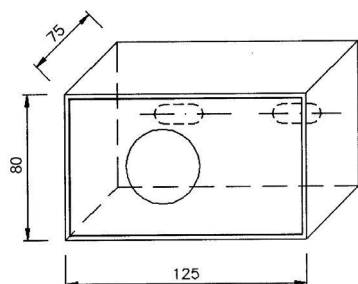
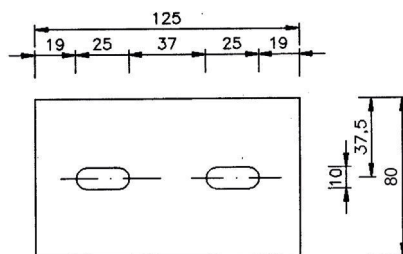
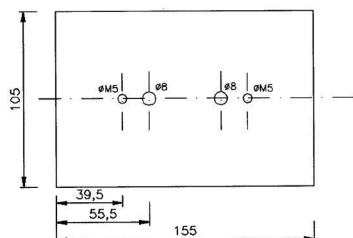

Abb. 1: Korpus SchlüsselDepot K3
Abb. 2: Rückwand SchlüsselDepot K3
Abb. 3: Grundplatte (optional)
1. Maueraushub entsprechend der Maße (Abb. 1 bzw. Abb. 3) schaffen
3. Bohren: $\varnothing$ 6 mm mind. 55 mm tief (Abb. 3). Bohrloch säubern (Abb. 2). Falls eine Türüberwachung integriert ist, muss noch eine zusätzliche Bohrung zur Kabeldurchführung geschaffen werden.